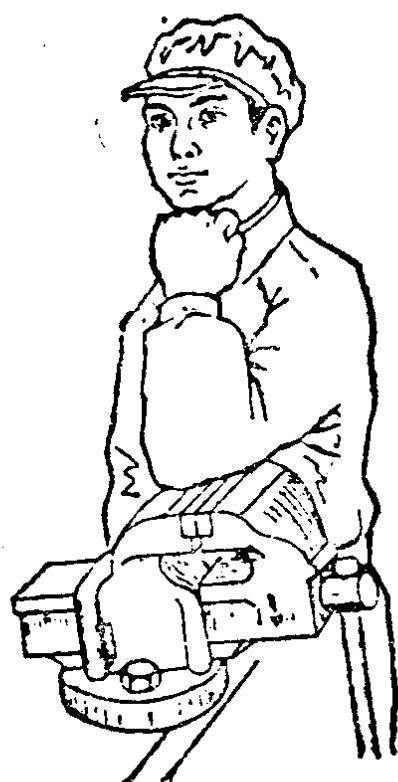

图 1-3 虎钳的高度
② 台虎钳的安装高度对于操作者是很重要的。如图 1-3 所示高度较为合适。
③ 台虎钳一定要牢固地固定在钳桌上，两个夹紧虎钳的螺钉必须扳紧。操作时虎钳没有松动现象，否则要影响工件质量。